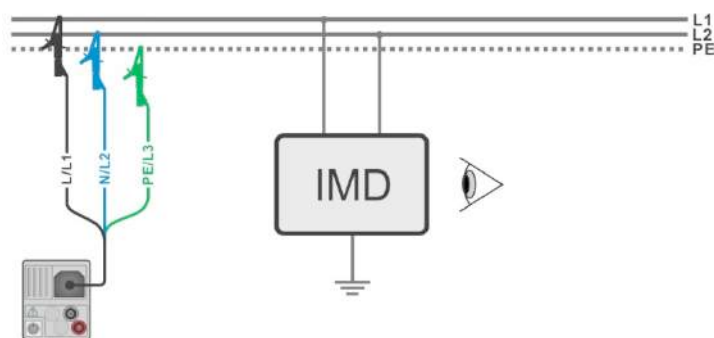

Рисунок 7.72: Соединение с 3-проводным измерительным кабелем.
- › Подключите измерительные провода к испытываемому объекту, см. **Рисунок 7.72: Соединение с 3-проводным измерительным кабелем.**